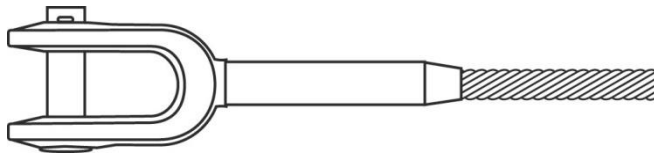

Figure 2: mettre le câble dans l'embout
- Insérez le câble dans l'embout et manchonnez avec les matrices spécifiées voir figure 2)